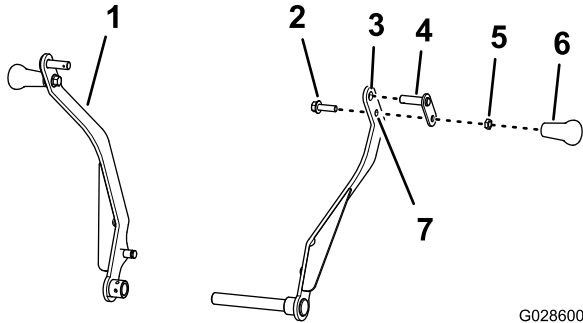

Figura 5
1. Introduzca el pasador de giro a través del orificio superior en el brazo de sujeción (Figura 5).
3. Monte el perno (3/8" x 1-1/4") a través del taladro inferior del brazo de sujeción y la pletina de retención del pasador de giro (Figura 5) con la contratuerca (3/8"), y apriete la contratuerca a 15–17 N·m.
4. Enrosque el pomo en el perno (3/8" x 1-1/4"), y apriete el pomo contra la contratuerca a mano (Figura 5).
5. Repita los pasos 1 a 4 en el otro brazo de sujeción (Figura 5).